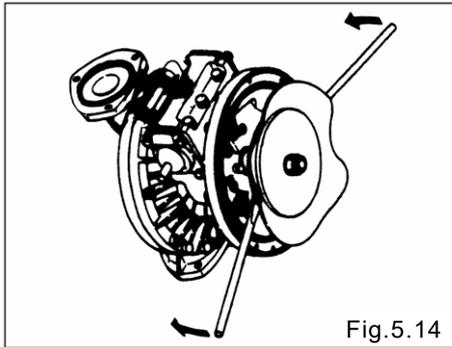

Fig. 5.14
- Tome el disco central interior utilizando las palancas y desplácelo hacia el lado opuesto, luego dé vuelta el diafragma. (excluidos los tipos B\_H, B\_S) [Fig. 5.14, 5.15]